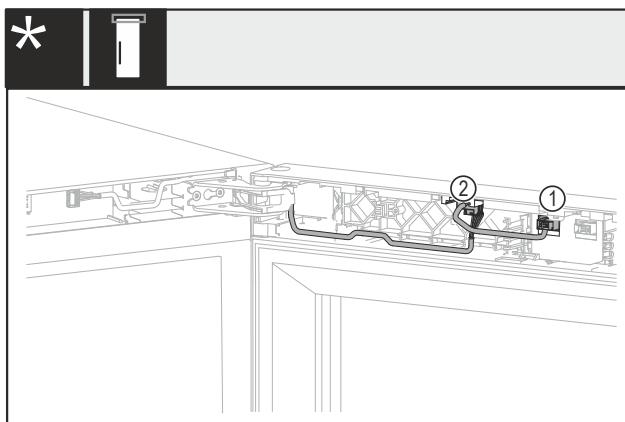

Fig. 17 Ohne Schloss oder mit mechanischem Schloss*
- Stecker Fig. 17 (1) herausziehen.*
- Stecker Fig. 17 (2) herausziehen.*